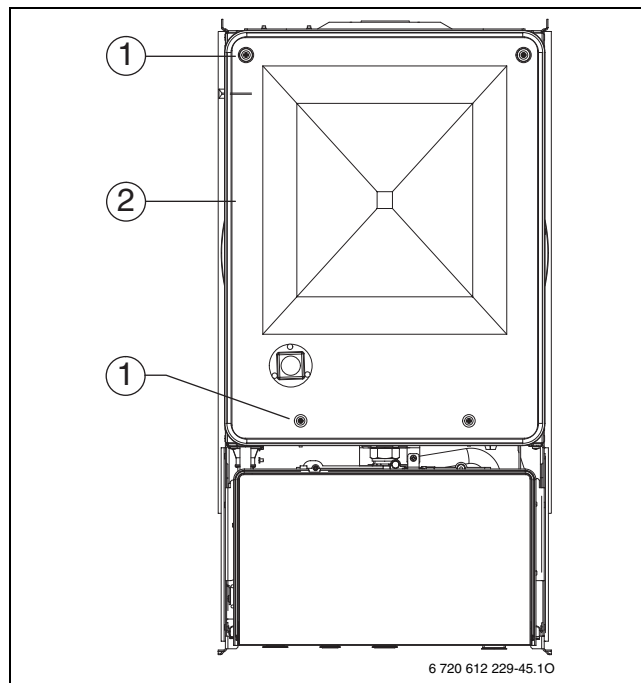

Fig. 66 Se deschide camera de aer
- Se desfac cele patru șuruburi (1) și se scoate capacul camerei de aer (2) (→ Fig. 66).